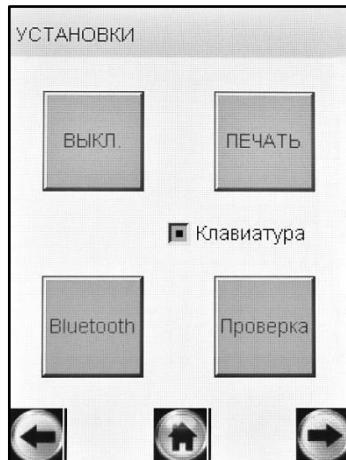
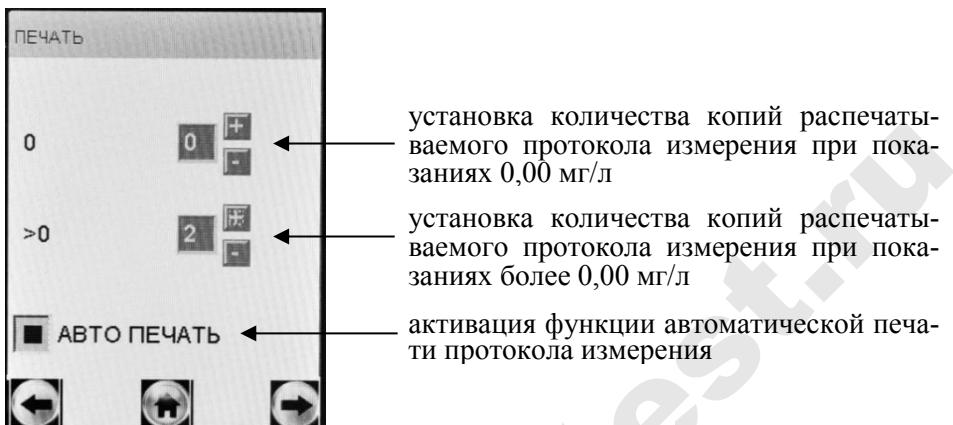

Рисунок 8 – Меню установок пользователя
Рисунок 10 – Настройки печати
2.5.4 Для входа в меню «**Установки пользователя**» войдите в меню настроек по 2.5.2 настоящего РЭ, далее нажмите на виртуальную кнопку «**Установки пользователя**». На сенсорном экране появится меню, состоящее из пяти пунктов (рисунок 8).
Для установки времени автоматического отключения войдите в меню «**Установки пользователя**» (согласно 2.5.4 настоящего РЭ) и выберите пункт «**ВЫКЛ.**» (рисунок 8).
Имеется возможность устанавливать различное количество копий распечатываемого протокола измерений для двух случаев: при показаниях 0,00 мг/л, и при показаниях более 0,00 мг/л (рисунок 10).
2.5.7.3 Перейдите в меню «Установки пользователя» (согласно 2.5.4 настоящего РЭ), далее нажмите на кнопку «ПЕЧАТЬ» (рисунок 8). На экране появится окно «ПЕЧАТЬ» (рисунок 10).
2.5.8.1 Перейдите в меню «Установки пользователя» (согласно 2.5.4 настоящего РЭ), далее нажмите на кнопку «Bluetooth» (рисунок 8). На экране появится окно «Bluetooth» (рисунок 11).